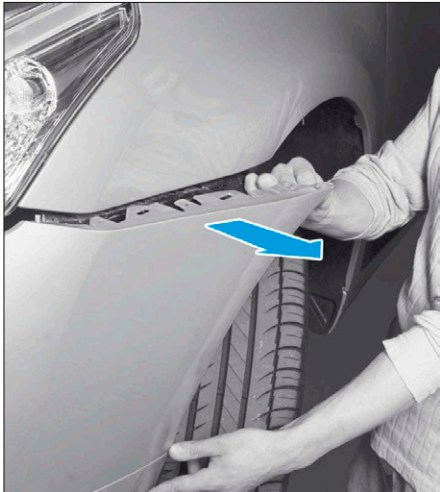

FIG. 6
- Déclipper le bouclier AV comme illustré (Fig.6), puis le tirer vers l'avant.